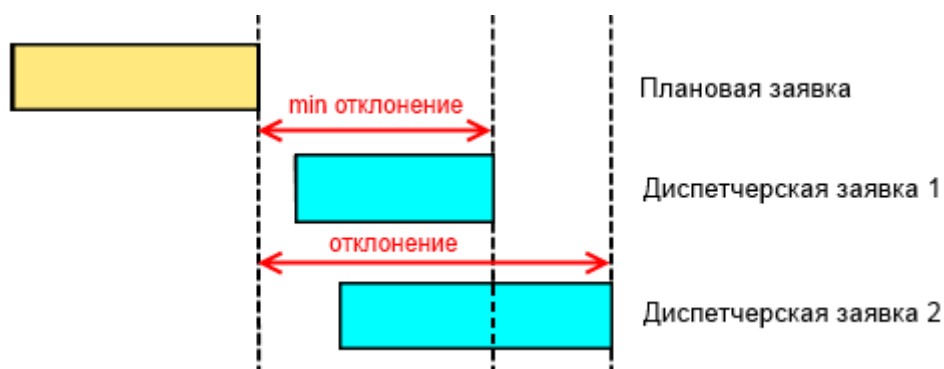

Рисунок 13.118 – Плановая заявка и соответствующие ей диспетчерские заявки, сроки ремонтов не пересекаются
**Шаг 2.** Если сроки фактического и месячного планового ремонтов не пересекаются, то для плановой заявки производится поиск диспетчерской заявки категории «Плановая» с минимальным положительным отклонением срока завершения ремонта. При этом диспетчерская заявка должна соответствовать плановой по значениям полей «Объект», «Оборудование» (Рисунок 13.118).
минимальным положительным отклонением срока завершения ремонта. При этом диспетчерская заявка должна соответствовать плановой по значениям полей «Оборудование», «Ремонт», «Состояние оборудования» (Рисунок 13.118).